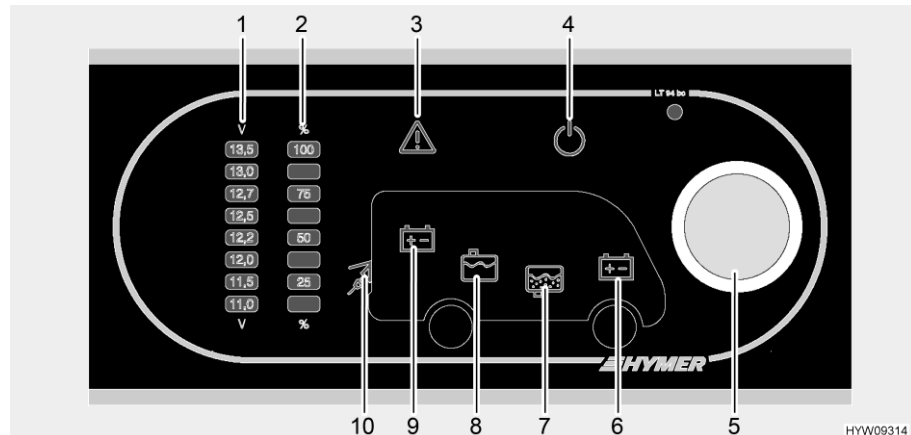

Bild 105 Panel (LT 94)
Med vridknappen (Bild 105,5) kopplas panelen och bodelens 12 V-försörjning till eller från.
- Slå på:** ■ Tryck på vridknappen (Bild 105,5): 12 V-försörjningen för bodelen är påslagen. 12 V-kontrolllampan (Bild 105,4) lyser.
- Slå från:** ■ Tryck på vridknappen (Bild 105,5): 12 V-försörjningen för bodelen är avstängd. 12 V-kontrolllampan (Bild 105,4) slocknar.
Med vridknappen (Bild 105,5) kan både spänningen av bodelsbatteriet och spänningen av startbatteriet avläsas. Spänningen visas på visarskalan för batterispänning (Bild 105,1).
- Vrid vridknappen (Bild 105,5) tills symbolen av batteriet som ska avläsas lyser.
Bodelsbatteriets spänning visas (Bild 105,9)
Startbatteriets spänning visas (Bild 105,6)
- Spänningen avläses på visarskalan batterispänning (Bild 105,1).
Med hjälp av vridknappen (Bild 105,5) kan såväl nivån i vattentanken som i avloppstanken avläsas. Nivån visas på visarskalan för tanknivån (Bild 105,2).
- Vrid vridknappen (Bild 105,5) tills symbolen av tanken vars nivå ska avläsas lyser.
Vattentankens nivå visas (Bild 105,8)
Avloppstankens nivå visas (Bild 105,7)
- Nivån visas på visarskalan för tanknivån (Bild 105,2).
Varningslampan alarm (Bild 105,3) blinkar, så snart som definierade gränsvärden överskrids eller underskrids.
Varningslampan alarm (Bild 105,3) blinkar, batteriets spänning är under 11 V. Om 12 V-försörjningen är påkopplad, lyser dessutom resp. batterisymbol upp (Bild 105,6 eller 9), och displayen "11,0" på visarskalan batterispänning (Bild 105,1) blinkar. Snart djupurladdning.
**Tanklarm** Varningslampan alarm (Bild 105,3) blinkar och resp. tanksymbol (Bild 105,7 eller 8) lyser upp, så snart som vattentanken eller avloppstanken är full.
230 V-kontrollampan (Bild 105,10) lyser när nätspänningen ligger på el-blockets ingång.